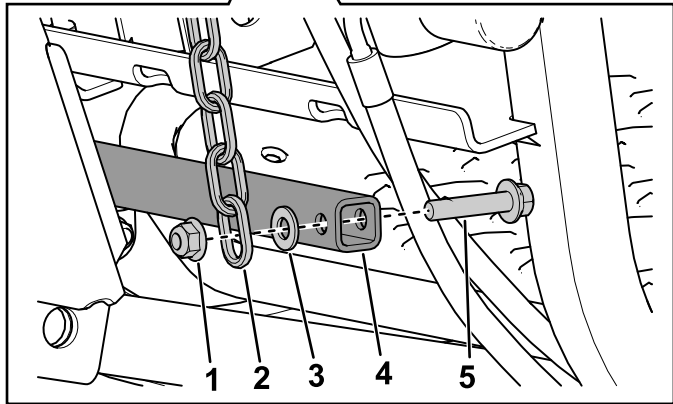

図 10
2. 後昇降用の長いチェーンの下部を昇降フレームの下にあるハンガーチューブに接続するフランジヘッドボルト $\frac{3}{8}$ x 1- $\frac{3}{4}$ "、ワッシャ $\frac{2}{5}$ "、フランジロックナット $\frac{3}{8}$ "を使用して図 10 のように取り付ける。